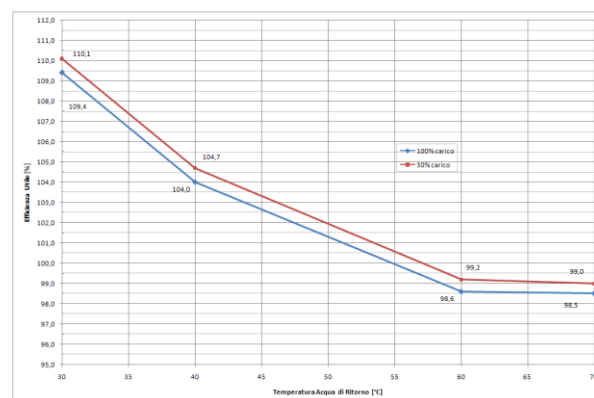

Figura 1
Il gruppo termico Corolla Serie 1000 rappresenta un punto d'arrivo per ciò che concerne economia di gestione, (rendimenti fino al 109% su Hi, vedi Figura 1) affidabilità e flessibilità. Grazie infatti allo speciale scambiatore di calore a potenza maggiorata, alla nuova gestione elettronica, al circolatore elettronico modulante ad alta efficienza, alla modularità e versatilità, è possibile effettuare un rapido collegamento ad ogni tipo d'impianto di riscaldamento e produzione di acqua calda sanitaria con accumulo.
- Scambiatore a condensazione in acciaio inox, con rendimento fino al 109% (vedi Figura 1);